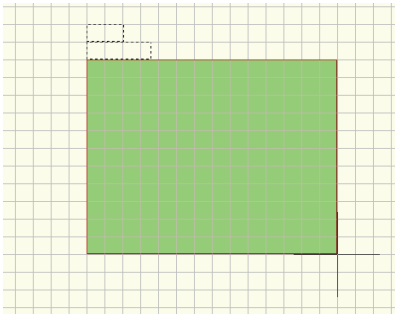

图 3-8 放置完方块电路的状态
2) 单击 “Wiring Tools” 中的按钮，光标变为十字形状，并带着方块电路，如图 3-8 所示。